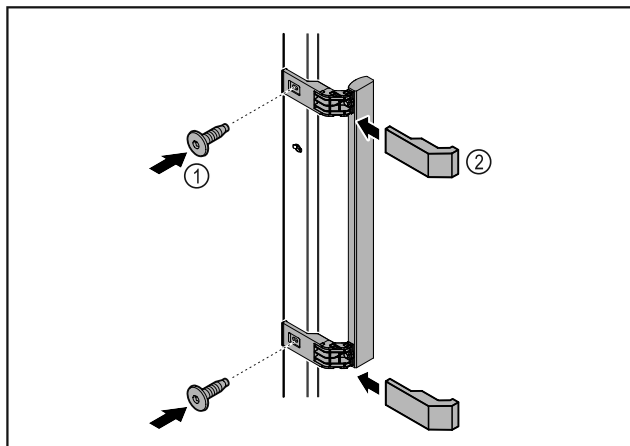

Fig. 6
- Madlo z příloženého příslušenství upevněte na dveře pomocí příložených šroubů Fig. 6 (1).
- Nasadte krytky Fig. 6 (2).